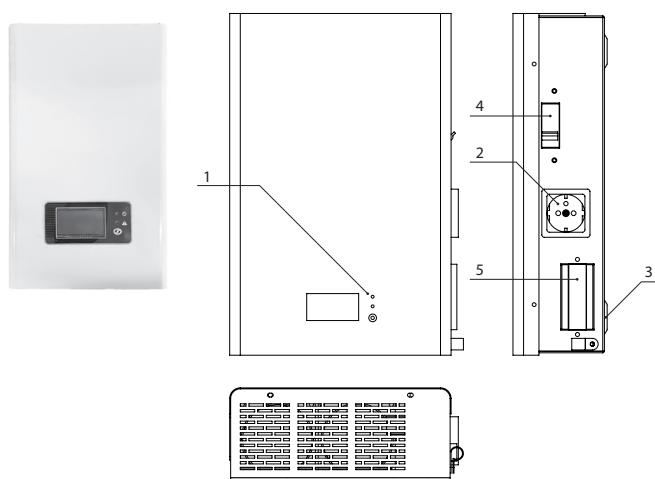

Рисунок 3.
- VOLT ASIVS 2000W/VOLT ASIVS 2500W, VOLT ASIVS 3000W – Рисунок 3;